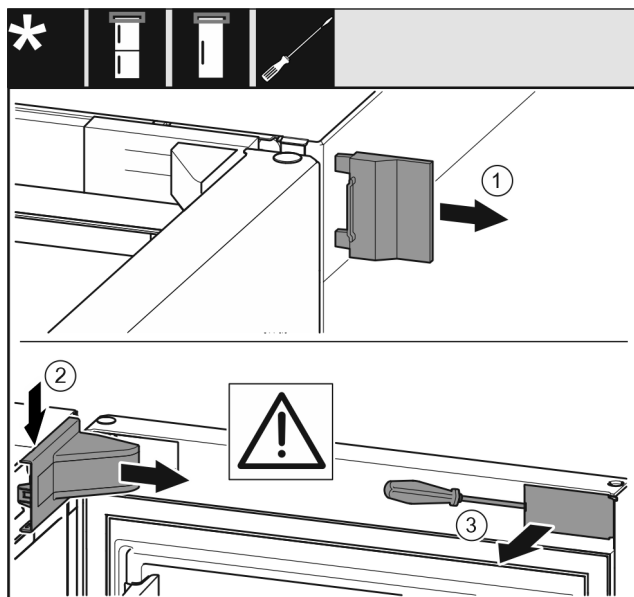

Fig. 5
- Rimuovere la copertura esterna. Fig. 5 (1)
- Disinnestare e allentare la copertura del blocco di supporto. Rimuovere la copertura del blocco di supporto. Fig. 5 (2)
- Disinnestare il pannello con un cacciavite a testa a intaglio e ruotarla lateralmente. Fig. 5 (3)